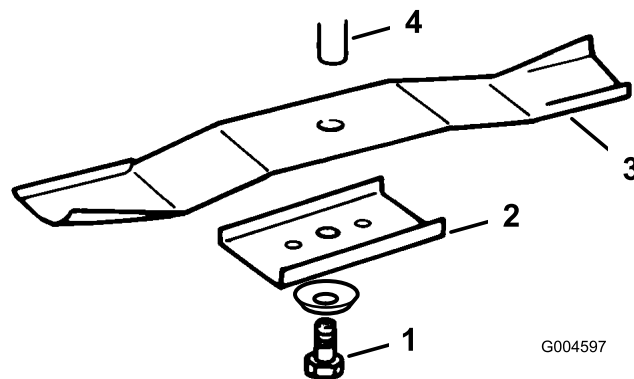

Figure 36
3. Enlevez le boulon (clé de 16 mm [5/8"]), la rondelle bombée, le porte-lame et la lame (Figure 36). Pour
1. Montez la lame, le porte-lame, la rondelle bombée (face concave vers la lame) et le boulon de lame (Figure 36).